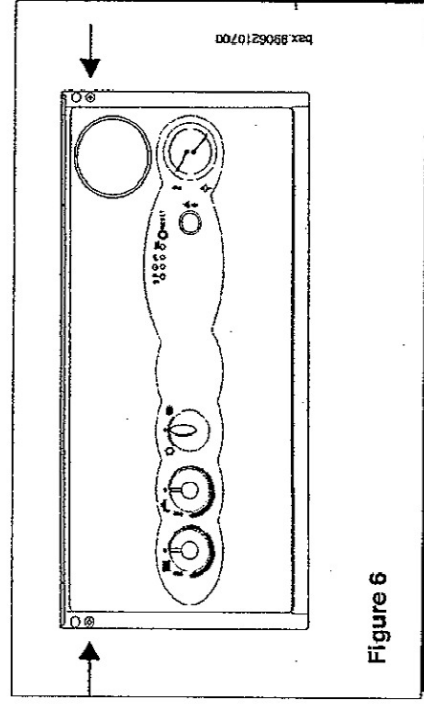

Figure 6
- * dévisser les deux vis qui fixent le tableau de commande à la chaudière (Figure 6);